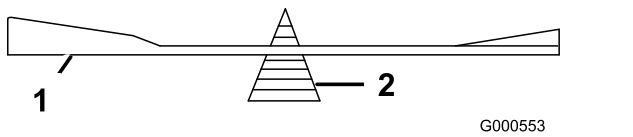

Figure 102
2. Vérifiez l'équilibre de la lame en la plaçant sur un équilibreur (Figure 102).
**Remarque:** Si la lame est déséquilibrée, limez un peu l'extrémité de l'ailette seulement (Figure 102).